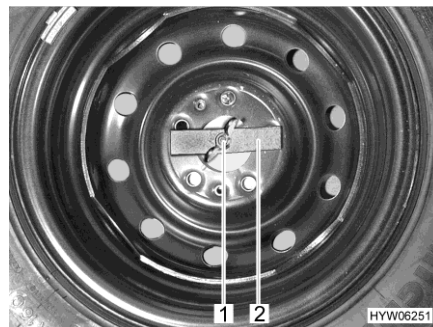

Fig. 157 Rueda de repuesto en el espacio de almacenamiento trasero
- Aflojar con la mano la tuerca de mariposa (Fig. 157,1) y retirarla.
- Retirar la pieza de presión (Fig. 157,2).